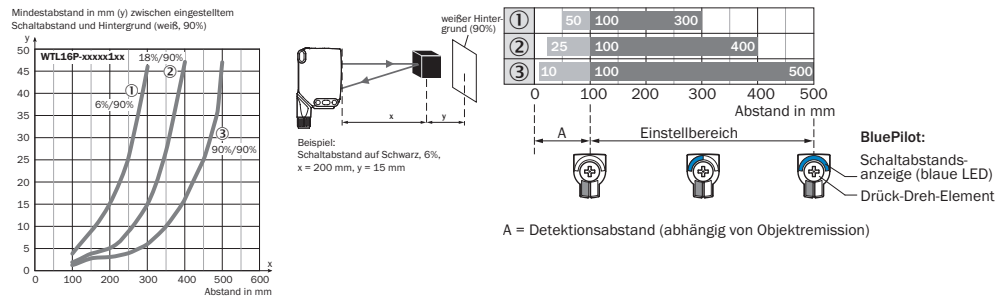
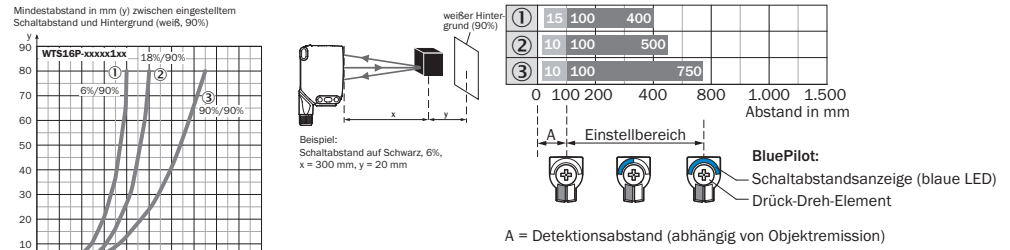

Abbildung 20: Kennlinie 1, WTL16 Bluetooth®-xxxxx1xx, Rotlicht
Abbildung 21: Kennlinie 1, : WTS16 Bluetooth®-xxxx1xx, Rotlicht
Einsatzbedingungen prüfen: Schaltabstand und Distanz zum Objekt bzw. Hintergrund sowie Remissionsvermögen des Objektes mit dem zugehörigen Diagramm siehe [Abbildung 20, Abbildung 21] abgleichen (x = Schaltabstand, y = Mindestabstand zwischen eingestelltem Schaltabstand und Hintergrund (weiß 90%)). Remission: 6 % = schwarz ①, 18 % = grau ②, 90 % = weiß ③ (bezogen auf Standardweiß nach DIN 5033). Wir empfehlen, die Einstellung mit einem Objekt von niedriger Remission vorzunehmen.
Die minimale Distanz (= y) für die Hintergrundausbldung kann aus dem Diagramm [Abbildung 20 ①] wie folgt ermittelt werden: